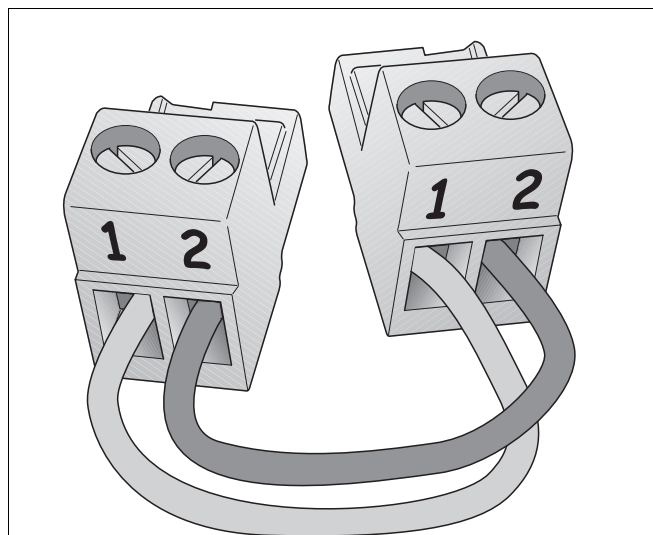

Fig. 45 Polariteit UBA 3-bus
- Indien meerdere modules worden toegepast, dan kan de UBA 3-busaansluiting van de volgende module van de vorige module worden afgetakt met behulp van het bij de module meegeleverde stekker-tje en een tweepolige elektriciteitskabel van 0,4 – 0,75 mm² (→ fig. 45).